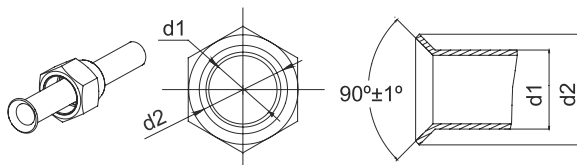

Fig.13
- (1). Corte el tubo de conexión con un cutter y retire los rebordes.
- (2). Sujete el tubo hacia abajo para evitar que entren restos en el tubo.
- (3). Retire las tuercas y válvula de seguridad de la unidad exterior y dentro de la bolsa accesoria de la unidad interior e insértela en el tubo de conexión, después utilice una herramienta de corte para cortar el tubo de conexión.
- (4). Compruebe que la parte cortada se distribuye uniformemente y no hay grietas (Fig.13).